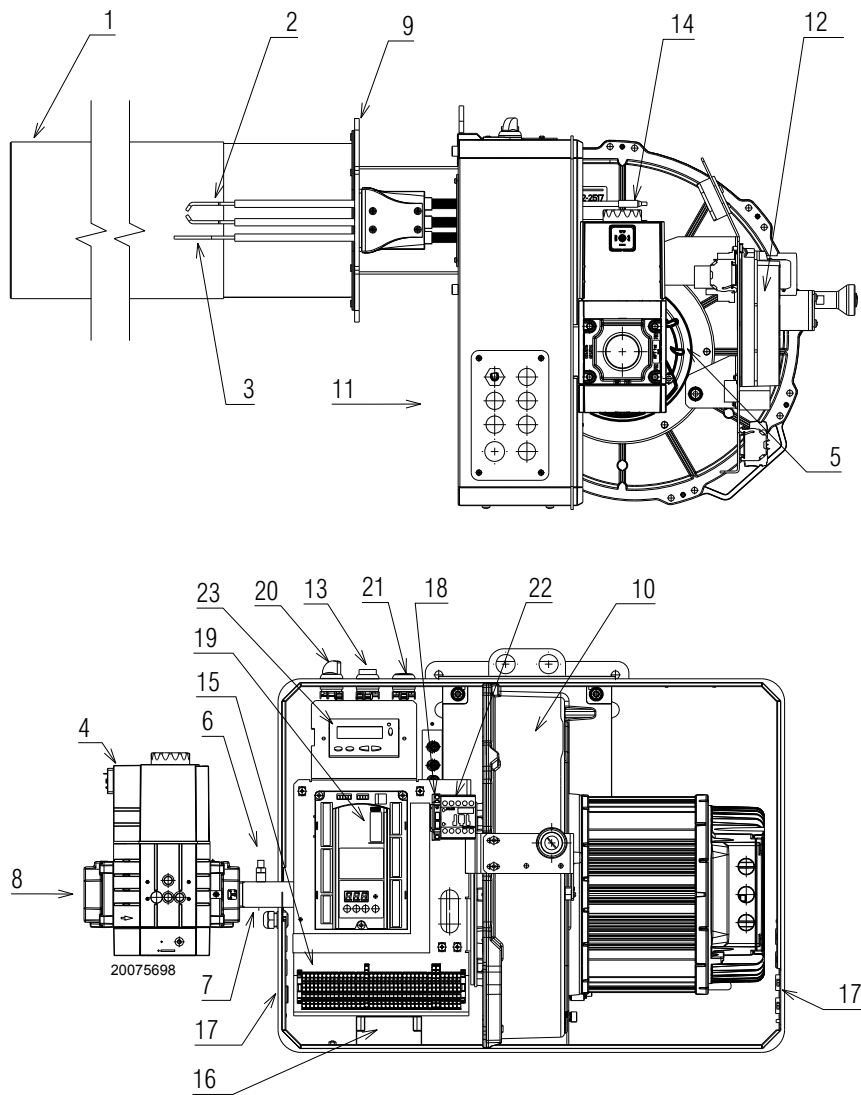

Fig. 2
- (1) Condizioni di riferimento: Temperatura ambiente 20°C - Temperatura gas 15°C - Pressione barometrica 1013 mbar - Altitudine 0 m s.l.m.
(2) Pressione gas di ingresso 8)(Fig. 2) con pressione zero in camera di combustione ed alla potenza massima del bruciatore.
(3) Pressione sonora misurata nel laboratorio combustione del costruttore, con bruciatore funzionante su caldaia di prova, alle potenze massima, media e minima di modulazione. La Potenza sonora è misurata col metodo "Free Field", previsto dalla Norma EN 15036, e secondo una accuratezza di misura "Accuracy: Category 3", come descritto dalla Norma EN ISO 3746.
l'accensione del pulsante 13)(Fig. 2) avverte che il bruciatore è in blocco.